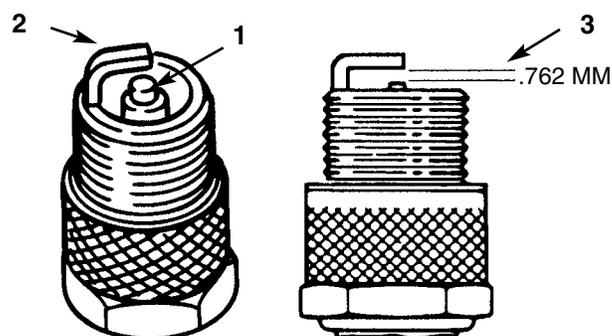

Fig. 25
1. Osservate il centro della candela (Fig. 25). Se l'isolatore ha un colore nocciola o grigio chiaramente visibile, il motore funziona normalmente. Eventuali incrostazioni nere sull'isolatore indicano che il filtro dell'aria è sporco.
2. Verificate la distanza tra gli elettrodi centrale e laterale (Fig. 25). Se non è corretta, piegate l'elettrodo laterale (Fig. 25).